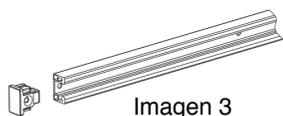

Imagen 3
5. En la guía inferior sacar la tapa del lateral. Ver imagen 3.